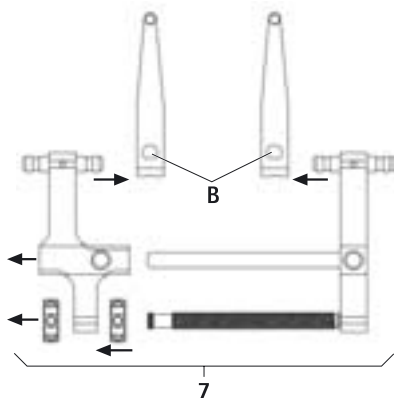

Fig. 2
- Desmontar el distractor 7 y las hojas distractoras, ver Fig. 2: Accionar la corredera **B** y retirar la hoja distractora FW239R.